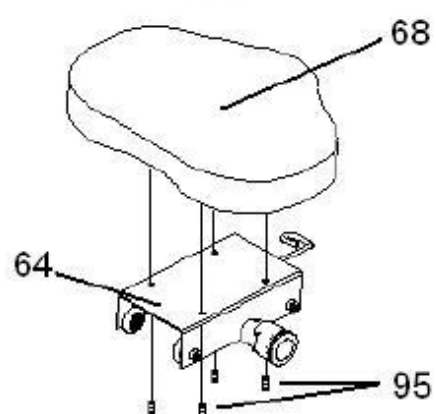
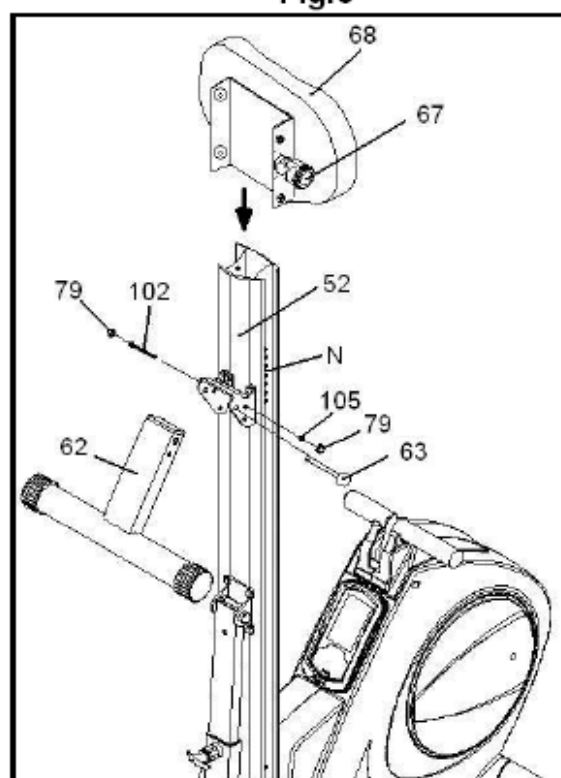
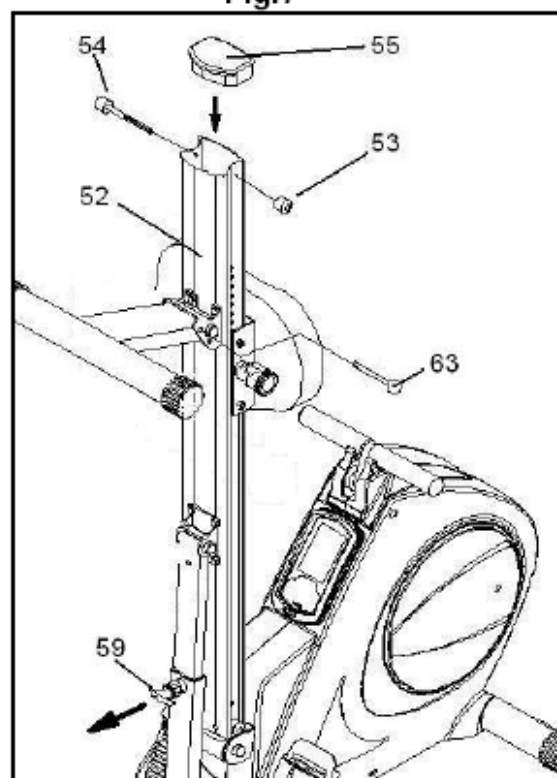

Fig.6
Fig.7
Fig.8
6. Montaż siodełka: Wyciągnij pokrętło (67) z podstawy siodełka (64) fig.5E. Nałóż siodełko (68) na podstawkę (64) fig.5F i przykręć je śrubami (95). Wyciągnij oś-blokadę (54) fig.7 i nałóż siodełko na prowadnicę, tak jak zostało to pokazane na fig.6. Gdy siodełko przesuniesz do otworów (N) wyciągnij i przekręć pokrętło (67), a następnie puść je, tak by siodełko zablokowane zostało na prowadnicy. Włóż blokadę (54) z powrotem na swoje miejsce i nałóż osłonę (55) fig.7.
7. Montaż podstawy tylnej: Zamocuj podstawę (62) do prowadnicy, tak jak zostało to pokazane na fig.6. Przykręć ją śrubami (102) z nakrętką (105) fig.6. Nałóż osłonkę na nakrętkę (79) fig.6.
8. Blokada: Umieść blokadę (63) w prowadnicy tak jak zostało to pokazane na fig.7. **UWAGA!** Blokada (63) musi być umieszczona na swoim miejscu zarówno gdy urządzenie jest złożone jak i gdy jest przygotowane do treningu.
Wyjmij blokadę (63), pochyl podstawę tylną (62) i ponownie włóż blokadę (63). Następnie jedną ręką chwyć prowadnicę, a drugą ręką pociągnij za pokrętło (59) fig.7 i opuść ostrożnie prowadnicę na ziemię fig.8 (Dźwięk „klik” oznacza, że urządzenie zostało prawidłowo rozłożone. Jeśli podczas rozkładania nie usłyszysz „klik” wykręć podstawkę (43) znajdujący się od spodu korpusu urządzenia, tak by zablokowało się pokrętło (59) fig.8. Jeśli podczas opuszczania usłyszysz „klik” zanim postawisz podstawę prowadnicy na ziemi to należy wkręcić podstawkę (43), tak aby wszystkie trzy punkty oparły się na ziemi). Podłącz końcówkę przewodu (74) do wejścia (75) znajdującego się na łączeniu korpusu urządzenia z prowadnicą fig.8.